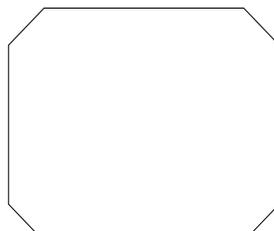

图 3-12 带倒角的矩形
此外，在执行命令的过程中；当命令行提示“指定第一个角点或 [倒角 (C)/ 标高 (E)/ 圆角 (F)/ 厚度 (T)/ 宽度 (W)]”时，输入 C，选择【倒角】选项；设置倒角参数，可以绘制带倒角的矩形，结果如图 3-12 所示。